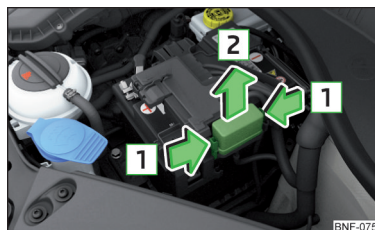

Fig. 138
Sikringerne er placeret under en afdækning ved siden af bilens batteri » Fig. 138.
- Tryk afdækningens låseknapper **1** » Fig. 138 sammen samtidig.